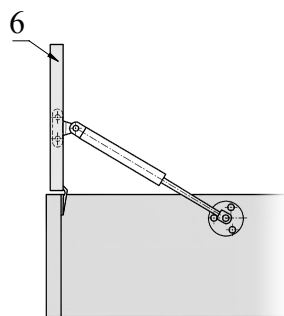

Рис.7
7. Установите лифт газовый (Рис. 7).